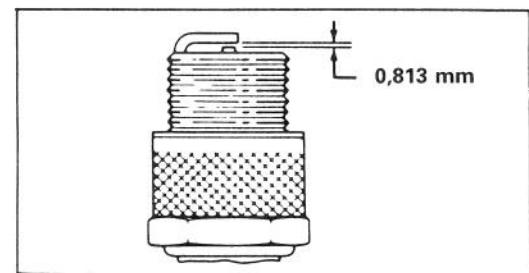

Fig. 17
3. **INSTALLATE LA CANDELA** — Fissate la distanza fra gli elettrodi (Fig. 17) a 0,81 mm. Montate la candela e serratela a 20,4 N.m. Se non usate una chiave torsiometrica, stringetela forte. Inserite il cavo nella candela e installate di nuovo il quadro di comando.